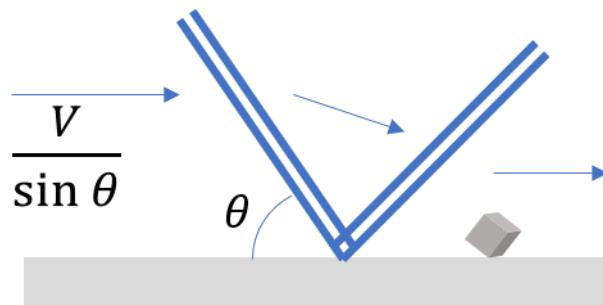

Figure 3
B. Pour ce cas, l'onde de choc incidente se trouve à un angle $\theta = 30^\circ$ par rapport à la paroi. Montrer que (pour un court intervalle de temps) dans un référentiel se déplaçant à une vitesse $V/\sin \theta$ parallèlement à la paroi, la morphologie est permanente et est celle d'un écoulement de vitesse $V/\sin \theta$, parallèle à la paroi, rencontrant une onde de choc oblique selon le schéma ci-dessous (Figure 3). Montrer alors que la réflexion est régulière (sans choc de Mach) et trouver ainsi la pression et la vitesse du « vent » après le passage de l'onde de choc et de sa réflexion (ne pas oublier de revenir à un référentiel fixe par rapport à la paroi pour avoir le vrai « vent » que voit la particule selon la Figure 2B !).